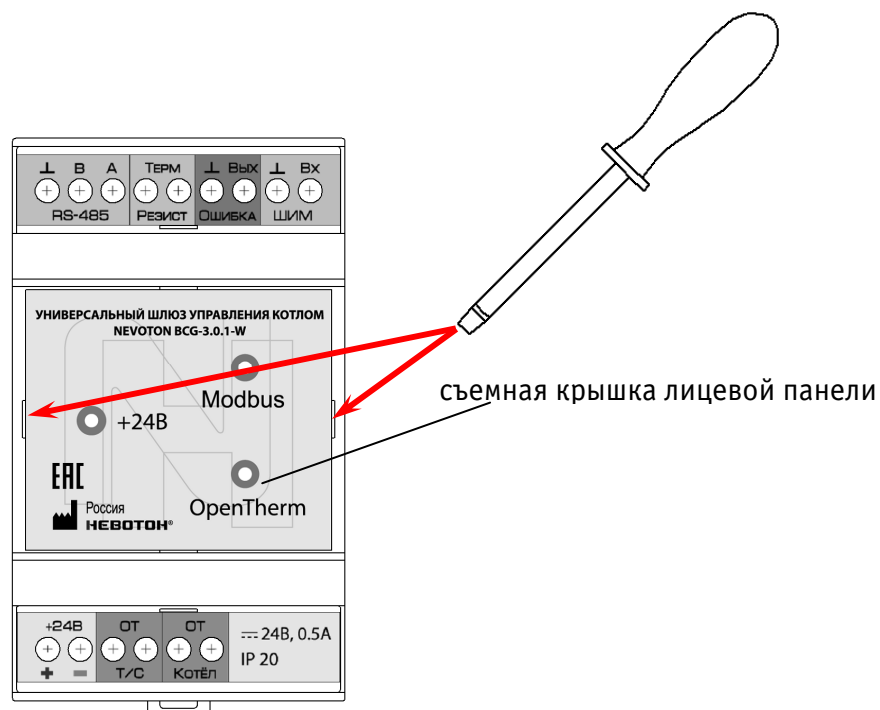

Рисунок 3 – Демонтаж съемной крышки лицевой панели
- демонтировать съемную крышку лицевой панели, для чего необходимо установить шлиц отвертки в гнездо фиксатора (слева или справа, рис. 3) на лицевой панели Устройства;